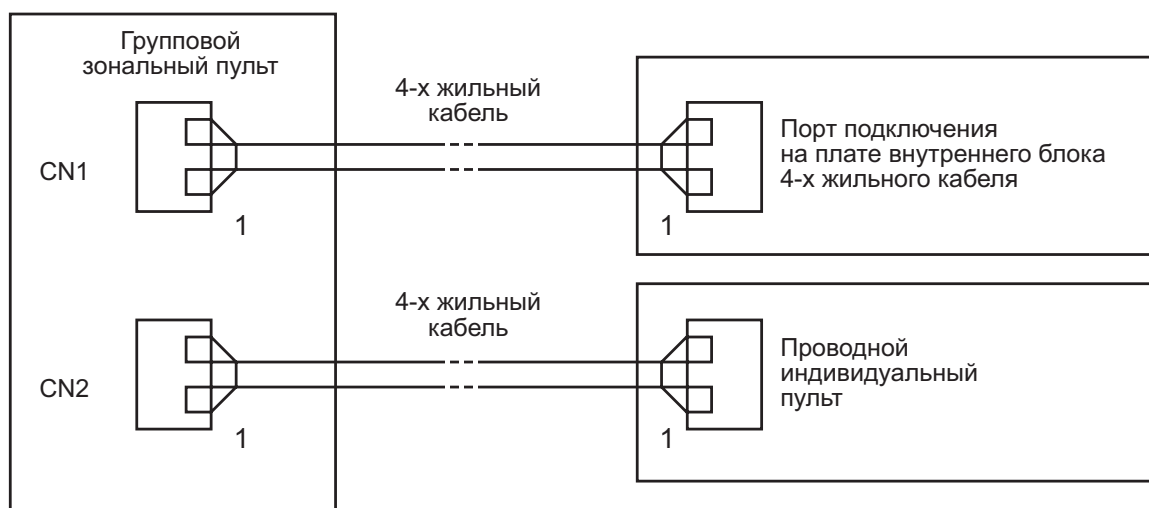

Рис. 7.9
7.3.2.1 Для подключения индивидуальных или групповых зональных проводных пультов используется 4-х жильный кабель, который подключается к контакту CN1 (CN2) на плате внутреннего блока (рис. 7.9).